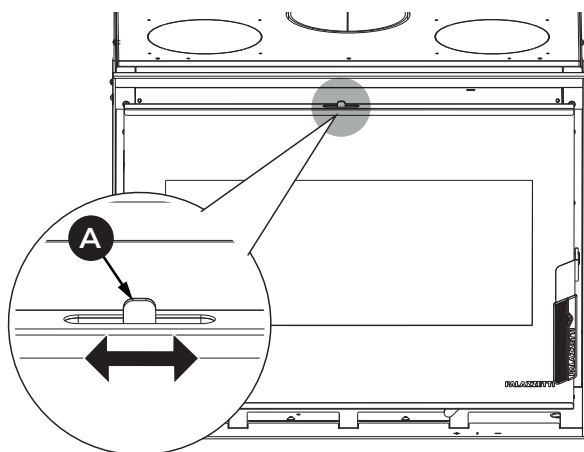

Fig. 9.2
La combustione viene regolata dal registro aria (A) (Fig. 9.2). Ruotandolo verso i simboli (+) o (-) si otterrà un maggiore o minore flusso d'aria comburente e di conseguenza una combustione più rapida o più lenta.
Durante il funzionamento del caminetto è possibile favorire la pulizia del vetro ceramico attraverso la leva di regolazione (A) (Fig. 9.2) senza dover aprire la porta.